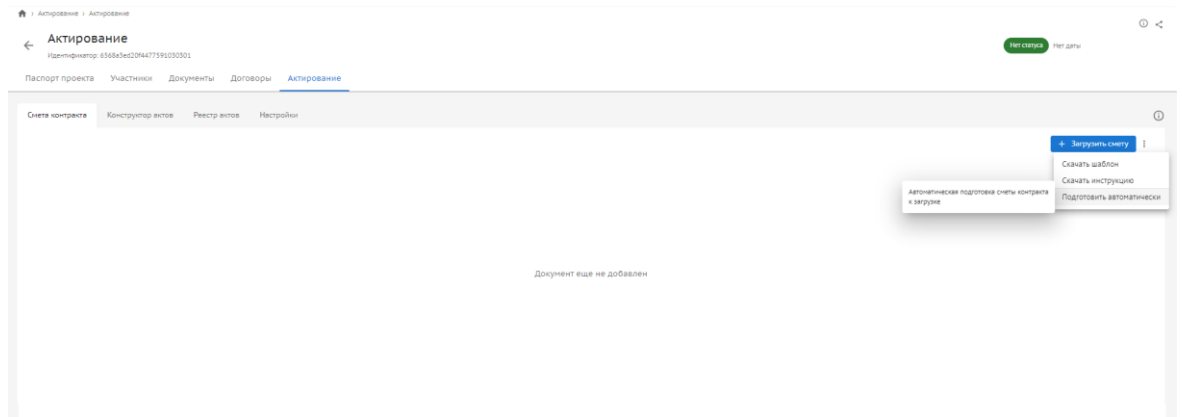

Рисунок 132. Активирование. Смета контракта. Автоматическая подготовка шаблона.
- 1) Запуск автозаполнения (Рисунок 132).